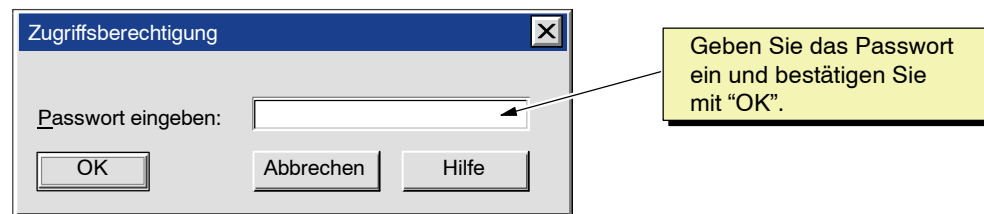

Bild 4-19 Eingeben des Passworts für WinLC RTX
2. Geben Sie im Dialogfeld "Zugriffsberechtigung" das Passwort für WinLC RTX ein und bestätigen Sie mit "OK" (siehe Bild 4-19). (Ist als Schutzstufe "Ohne" eingestellt oder wurde kein Passwort eingerichtet, dann bestätigen Sie einfach mit "OK".)